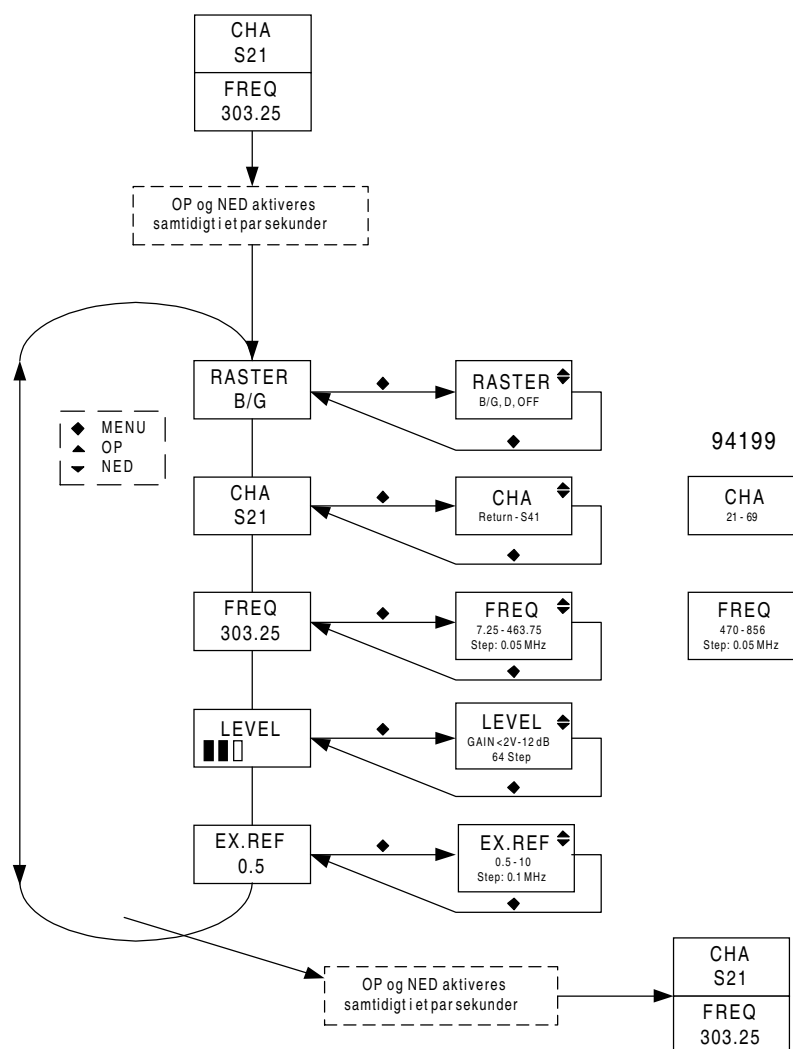

Fig. 4 Menustruktur.
2. Derefter vil opkonverteren stå i menupunktet RASTER, som illustreret i fig. 4.